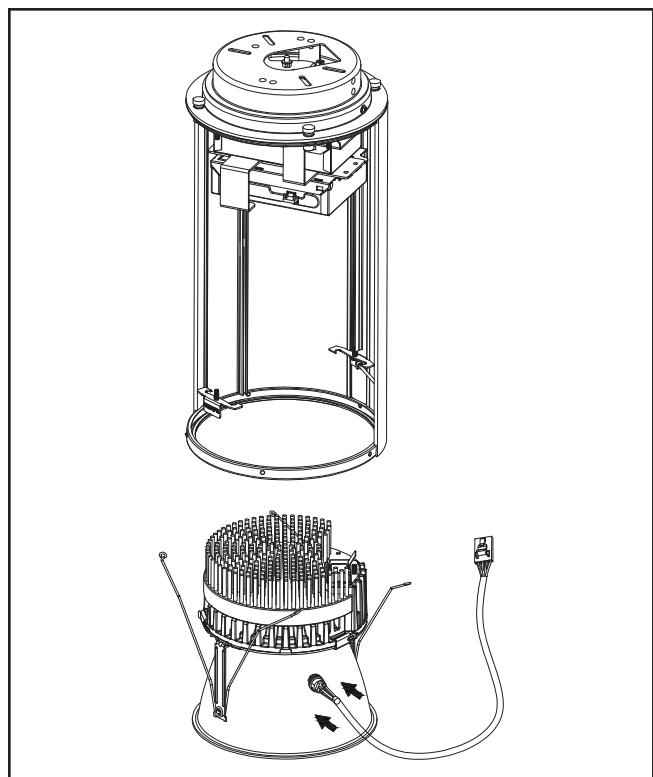

Figura 11
3. Ajuste el interruptor de prueba en la moldura. (Figura 11)